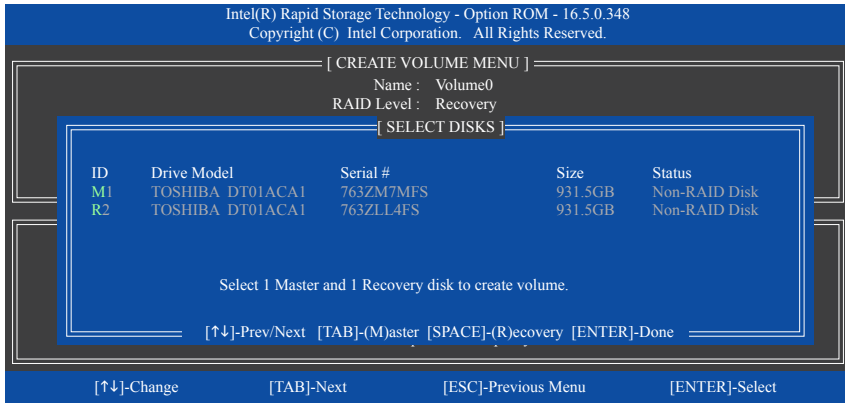

図 21
**Select Disks** アイテムの下で、<Enter>を押します。**SELECT DISKS** ボックスで、マスタドライブに対して使用するハードドライブには<Tab>を押し、リカバリドライブに対して使用するハードドライブには<Space>を押します。(リカバリドライブの容量がマスタドライブの容量より大きいことを確認してください) <Enter>を押して確認します (図 21)。